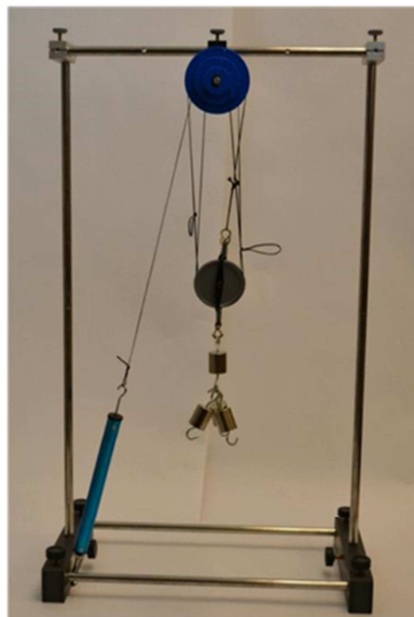

Figura 14-5: sistema de cinco poleas
20. Haga que cinco poleas funcionen en el sistema enhebrando la cuerda alrededor de cinco poleas como se muestra en la Figura 14-5.